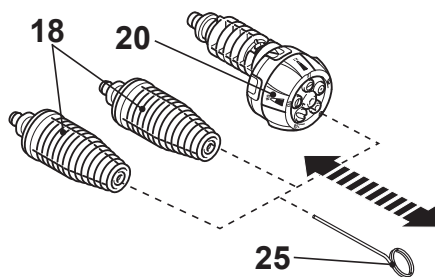

Fig. 25
Eliminar cualquier depósito de suciedad del agujero de la boquilla (18/20) usando la aguja de limpieza (25) (Fig. 25).